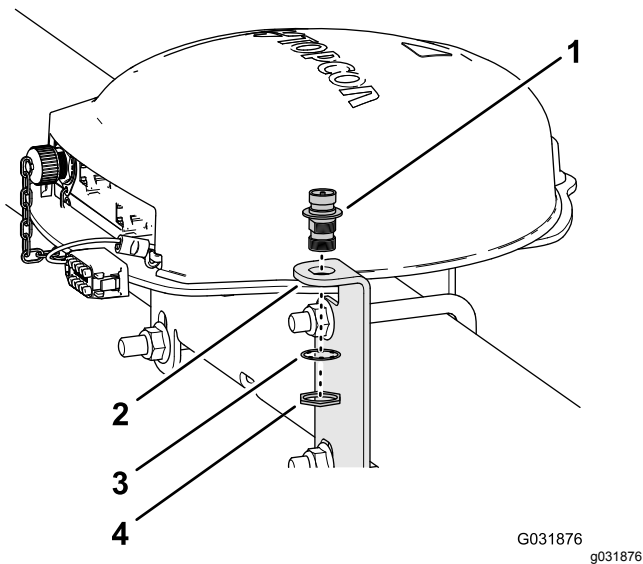

Рисунок 127
1. Проденьте коаксиальный разъем через отверстие кронштейна антенны RTK так, чтобы проходная резьба разъема была направлена вниз (Рисунок 127).
2. Установите коаксиальный разъем в кронштейн антенны при помощи стопорной шайбы и контргайки и затяните контргайку от руки (Рисунок 127).